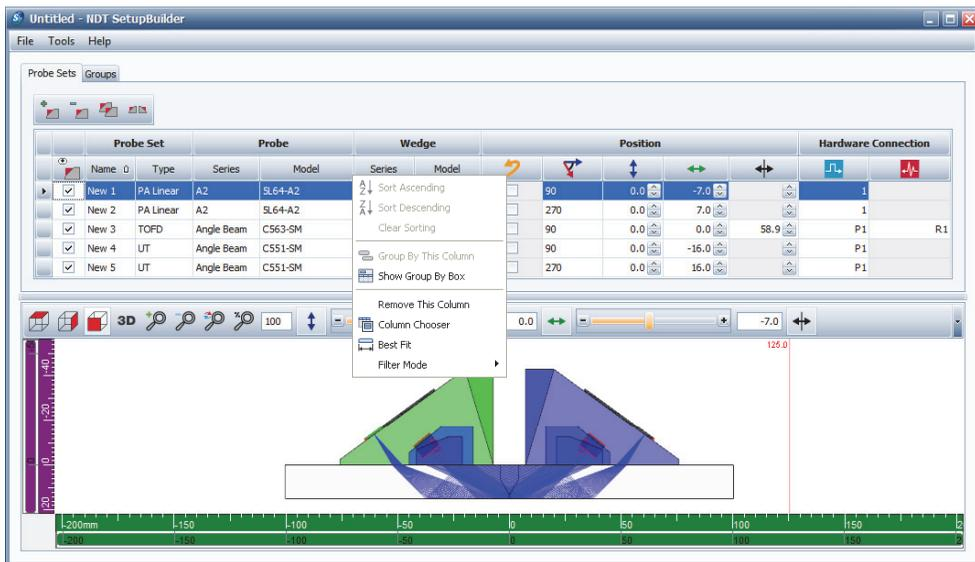

Рис. 4-7 Удаление столбца во вкладке
- ◆ Щелкните правой кнопкой мыши на заголовок столбца во вкладке **Probe Sets** или **Groups**, затем в контекстном меню выберите одну из следующих команд (см. Рис. 4-7 на стр. 38):